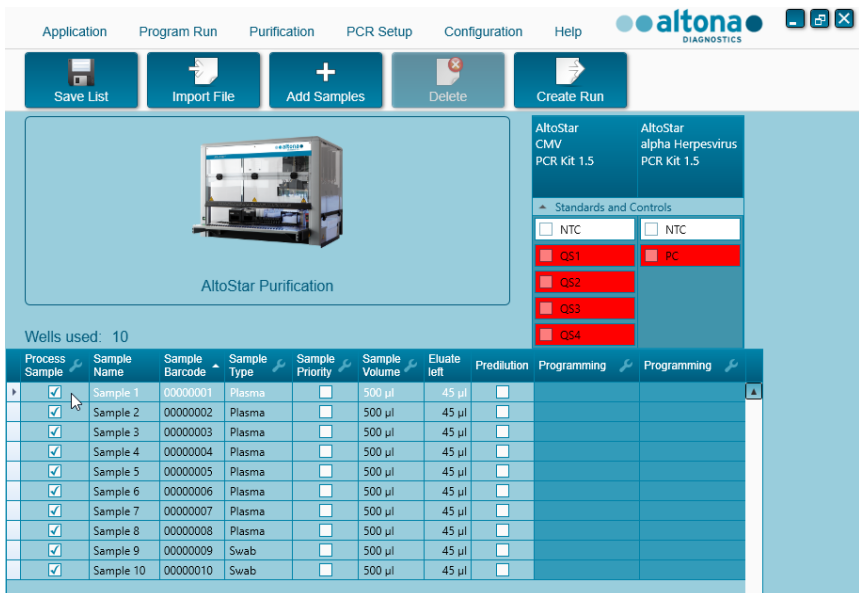

Figure 8: Écran Programming (Programmation) avec échantillons ajoutés
10. Une fois tous les échantillons ajoutés, cliquez sur le bouton **Close** (Fermer) pour fermer la boîte de dialogue Add Samples (Ajouter les échantillons). Les échantillons ajoutés sont affichés dans le tableau des échantillons de l'écran Programming (Programmation) (voir la figure 8).